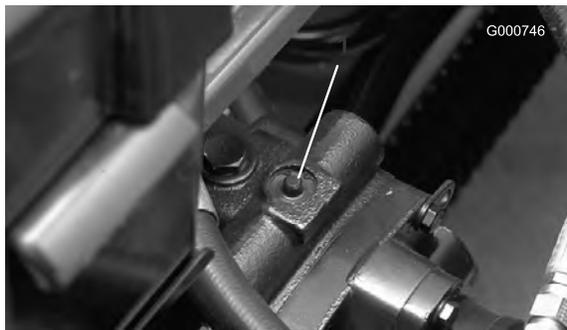

Figura 37
1. La valvola di bypass si trova sopra la pompa a portata variabile (Figura 37). Girate la valvola di 90° in qualsiasi direzione per aprirla e consentire all'olio di bypassare internamente. Dal momento che il fluido viene bypassato, potete spostare lentamente la macchina senza danneggiare la trasmissione.